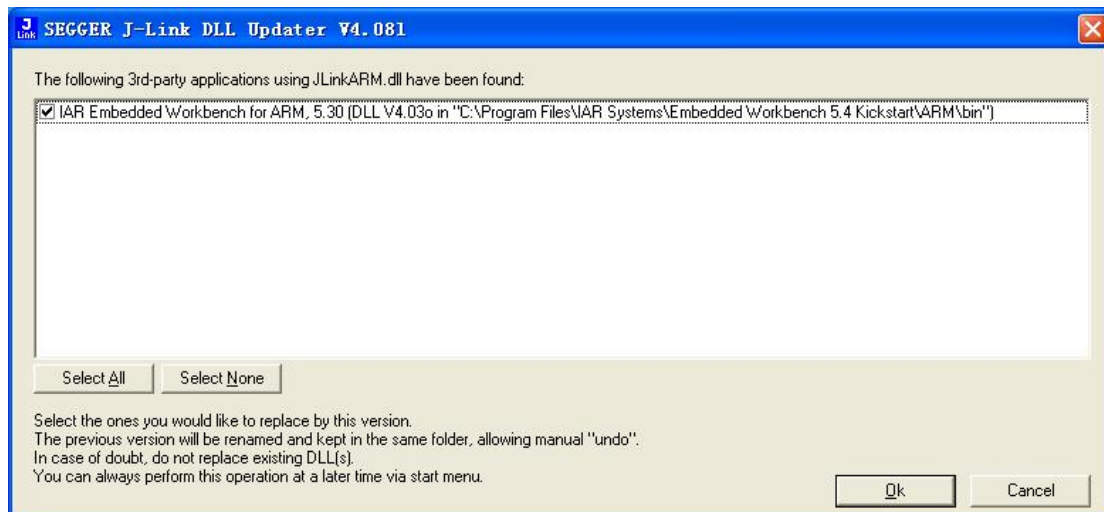

图1.5 选择开发环境
1、双击J-LINK驱动目录下的安装文件开始安装，选择默认路径即可，出现如下对话框时打钩，直至安装完成。如图1.5所示：